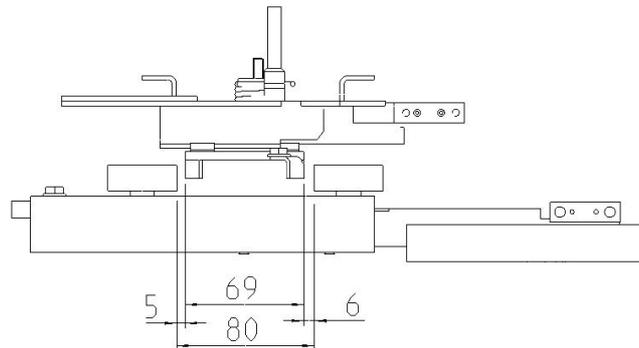

Bild 8: Durchfahrluft
Die Durchfahrluft beim zusammengeklappten Schwert soll 5 und 6 mm betragen (Bild 8). Der größere Spalt soll auf der Seite zur Schließkante liegen.
- die Durchfahrluft zwischen Schwert und Entriegelungsrollen (Bild 8)